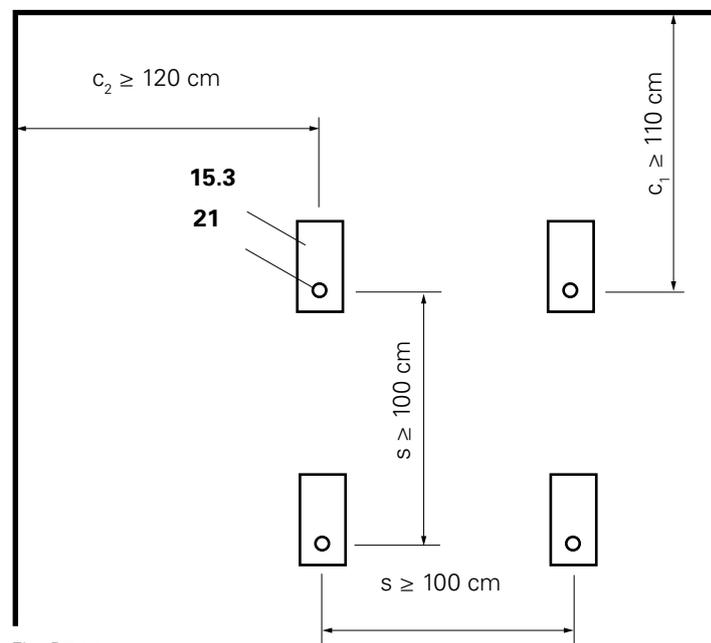

Fig. B3.10
- Dans ces conditions, le cône de vissage M30/DW 26 est capable d'évacuer les charges, voir les tableaux suivants. (Fig. B3.10)